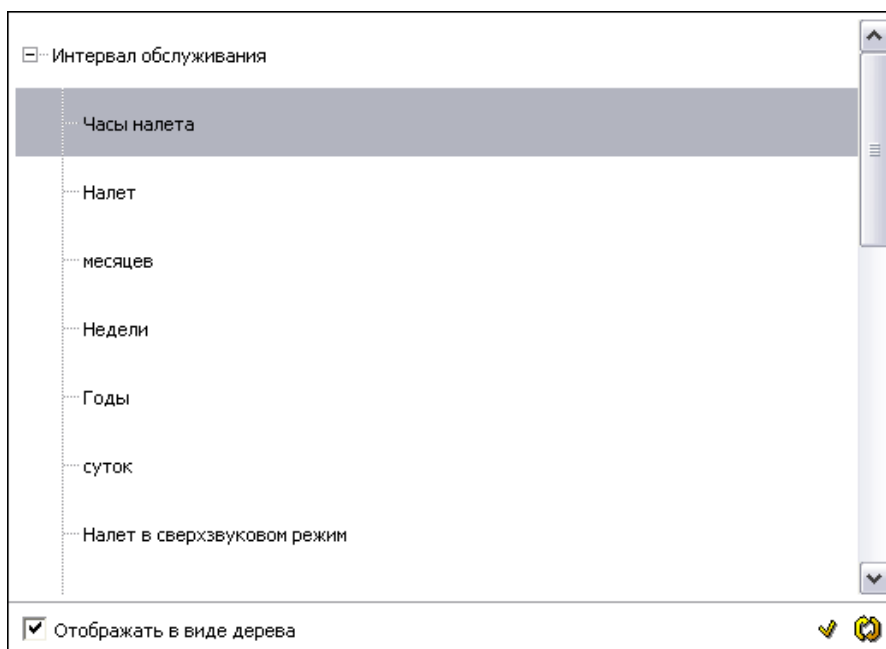

Рис. 5.27
6. Можно изменить режим отображения списка единиц измерения. Для этого включите опцию **Отображать в виде дерева**. После этого окно единиц измерения примет вид, показанный на Рис. 5.27.